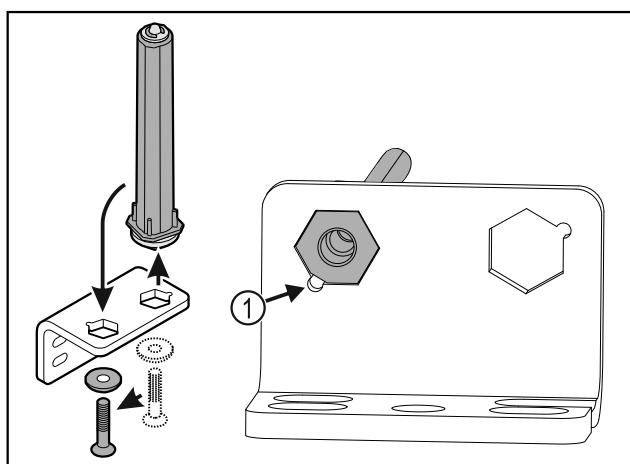

Fig. 36
- Let erop dat bij het plaatsen de boutafschuining Fig. 36 (1) naar het ronde gat wijst.